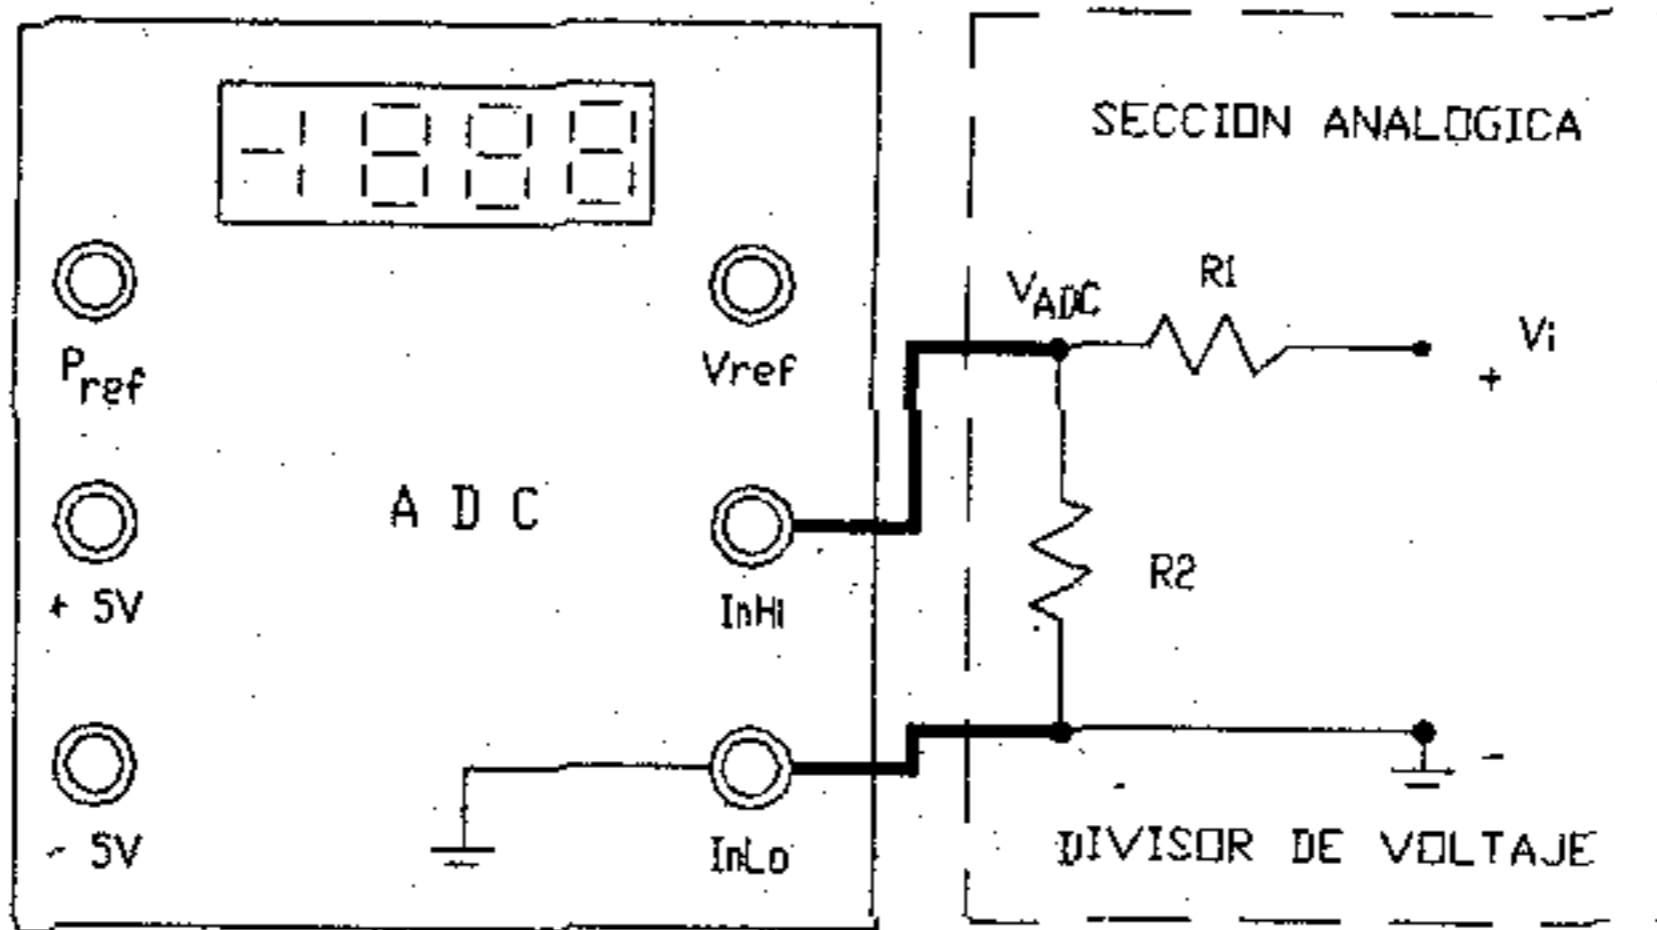

Figura 10
- b) A partir del divisor de voltaje de la figura 10, si el voltaje máximo de escala es $V_1 = 2 \text{ V}$, calcule el valor de R_1 y R_2 , para que el voltaje de
c) Arme el circuito de la figura 10 y conecte a la entrada una fuente de voltaje.